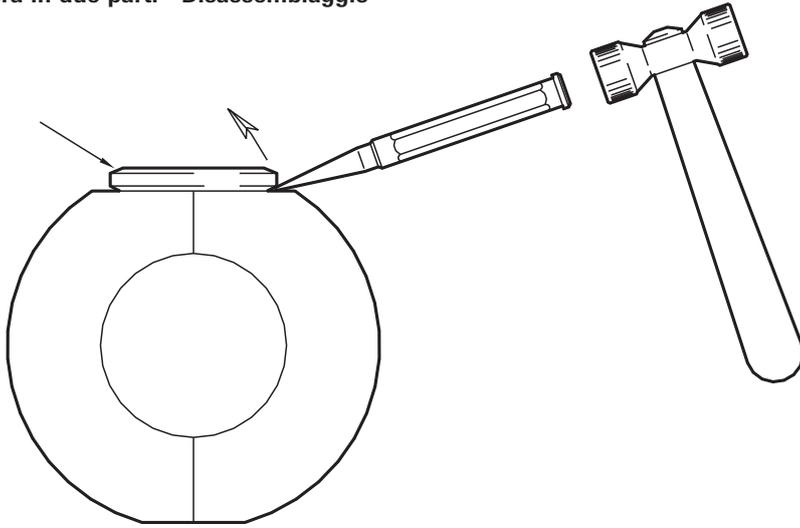

Fig. 1
- 5.1. Estrarre l'anello di blocco (vedere Fig.1 a pagina 6).